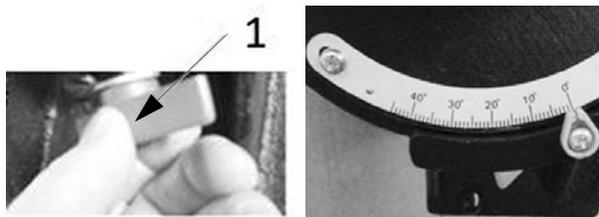

Abb. 17: Tischneigung
Schritt 1: Die Befestigungsschraube (Pos. 1, Abb. 17) öffnen.
Schritt 3: Die Befestigungsschraube (Pos. 1, Abb. 17) wieder anziehen.